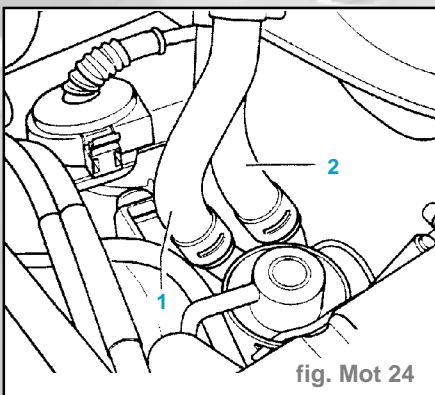

fig. Mot 24
- A l'aide de la pince à colliers à lame-ressort **V.A.G 1921**, déposer la conduite d'alimentation en carburant **-2-** (noire ou avec repère noir) du régulateur de pression du carburant (fig. Mot. 24).